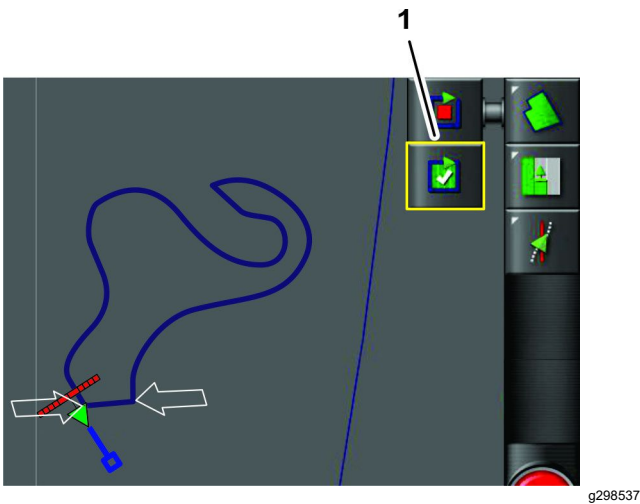

Bild 45
2. Tippen Sie auf das Symbol ERFASSEN DER FELDGRENZE ABSCHLIEßEN (Bild 45).